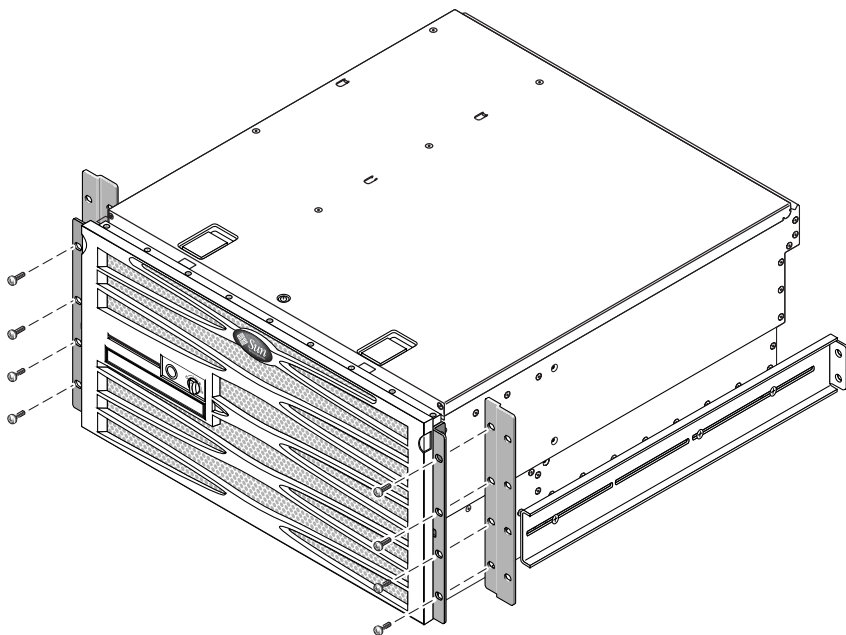

图 3-20 将 600 毫米前端可调托架安装到前端固定式装配托架上
7. 用八颗自带的 M5 × 8 毫米十字盘头螺丝（每个可调托架用四颗），将 600 毫米前端可调托架安装到前端固定式装配托架上（图 3-20）。